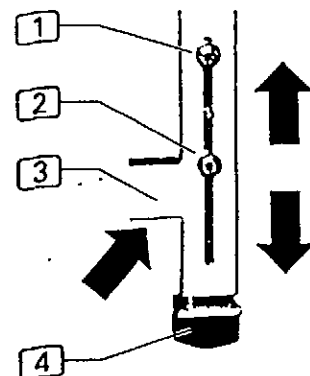

Abb. 1
1. **Рис.1** : Приподнять машину подъемником ,для этого подъемную тележку подвести к подъемным точкам (маркировка стрелками) под поперечным основанием. Если установлены вариантыные транспортные ролики, то перед подъемом открыть тормоза.